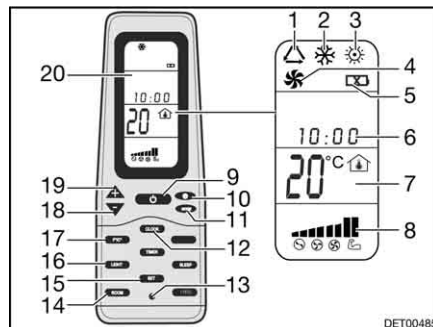

Fig. 177 Telecomando
- Premere il tasto ON/OFF (Fig. 177,9).
- Premere il tasto "Mode" (Fig. 177,11) spesso, finché la modalità desiderata (Fig. 177,1, 2, 3 o 4) viene visualizzata sul display (Fig. 177,20).
- Impostare la temperatura desiderata con i tasti "+" (Fig. 177,19) e "-" (Fig. 177,18).
- Con il tasto velocità dell'aria (Fig. 177,10) selezionare il livello desiderato per la ventola.
Spegnimento: ■ Premere il tasto ON/OFF (Fig. 177,9).